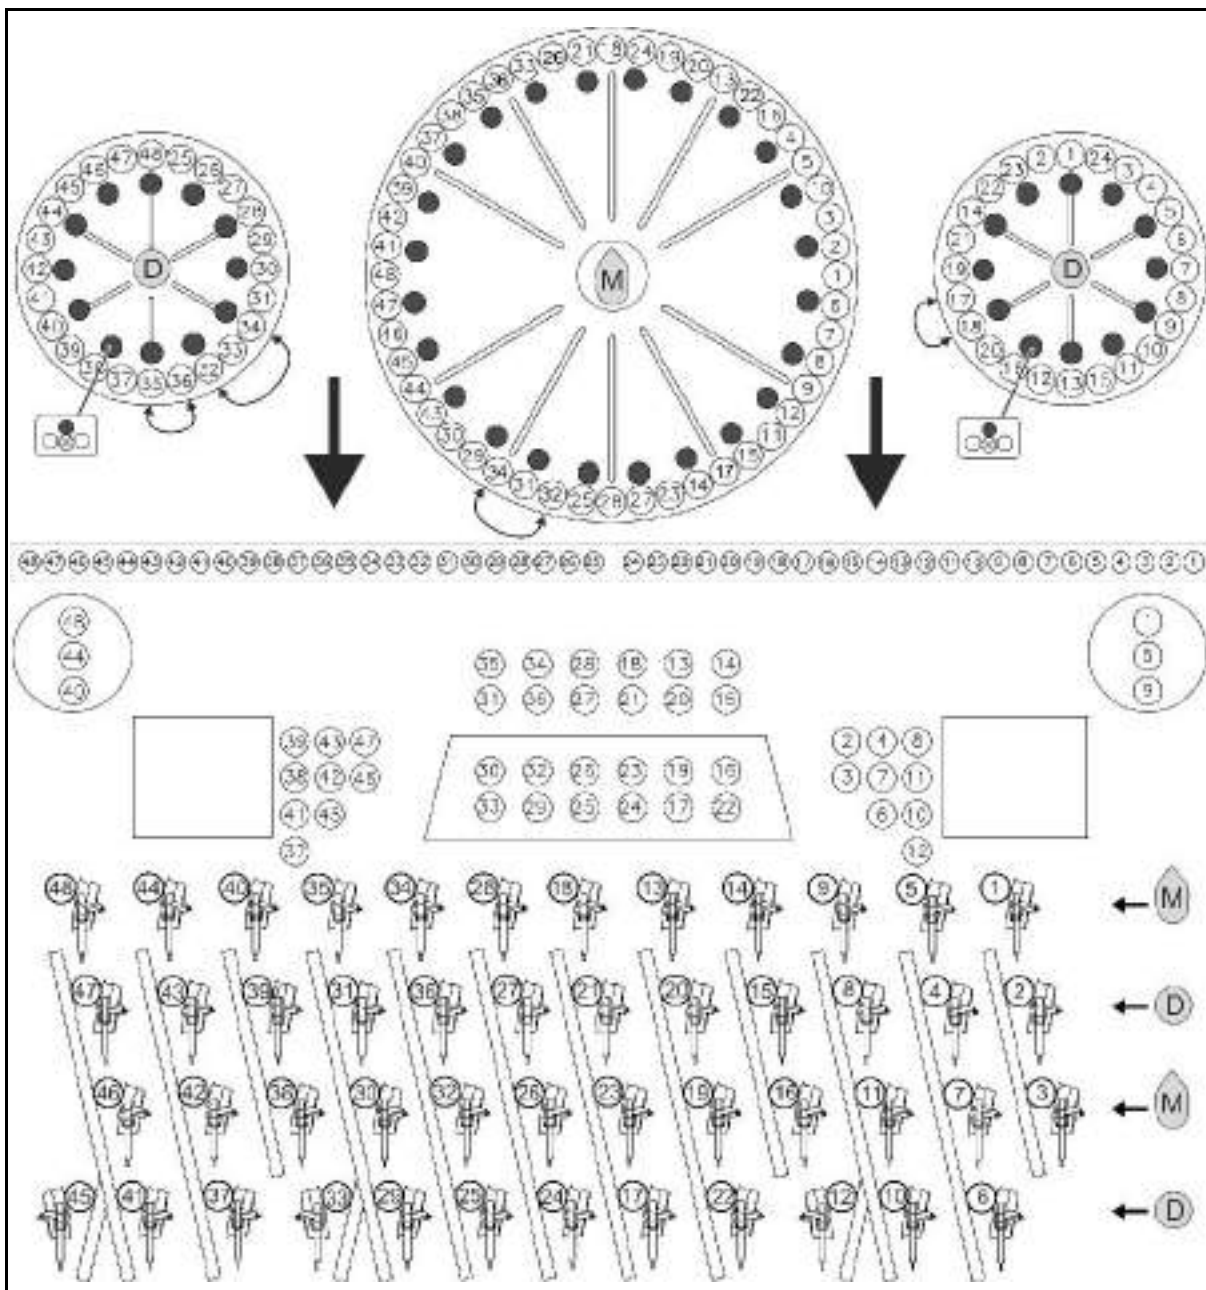

Рис. 32
- Кукуруза **M**: установите заслонки согласно Рис. 32.
- Удобрения **D**: установите заглушки согласно Рис. 32.